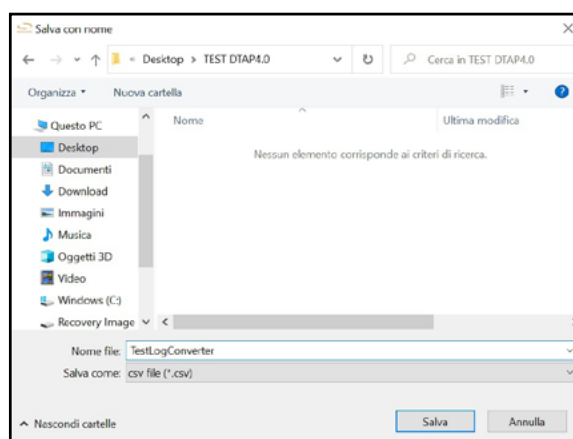

FIG. 12
- Choisir le dossier de sauvegarde (Fig. 12) et saisir le nom à attribuer au fichier log converti (.csv) ;
- Appuyer sur Enregistrer (Fig. 12).